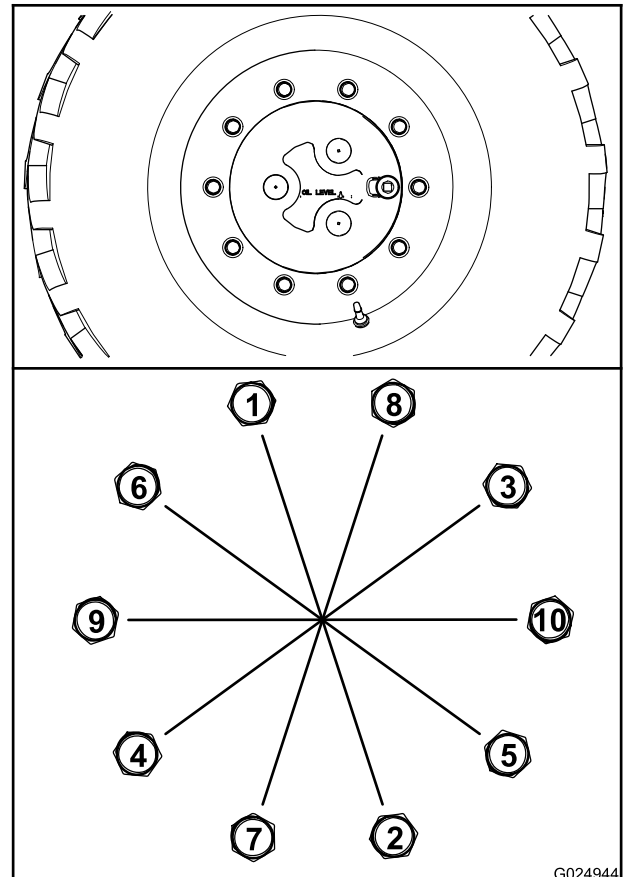

Bild 83
- A. Ziehen Sie alle Radmuttern in der in Bild 83 abgebildeten Reihenfolge auf 100 Nm an.
- B. Ziehen Sie alle Muttern in der in Bild 83 abgebildeten Reihenfolge auf 200 Nm an.
- C. Ziehen Sie alle Muttern in der in Bild 83 abgebildeten Reihenfolge auf 300 Nm an.